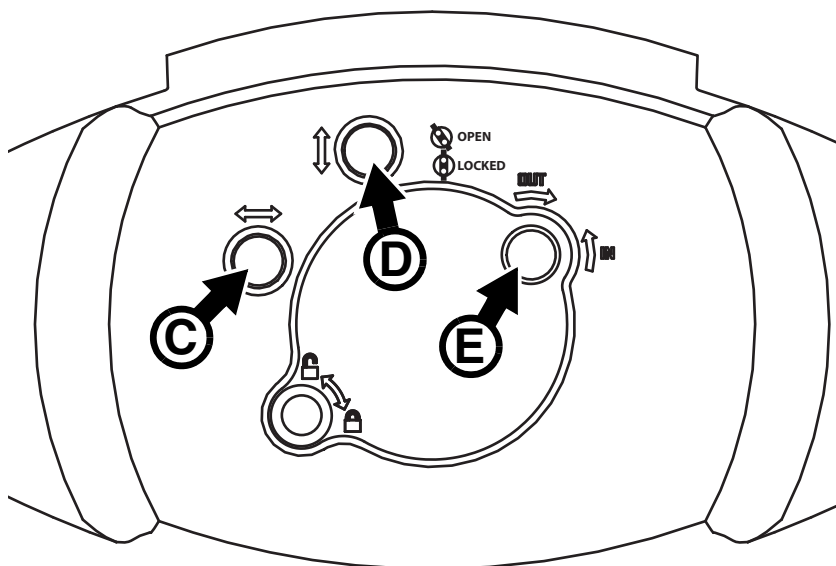

Figure 11: Réglage de la lampe
4. Voir Figure 11. Utilisez les vis Torx 20 C, D et E pour réduire le point chaud et obtenir le faisceau le plus uniforme